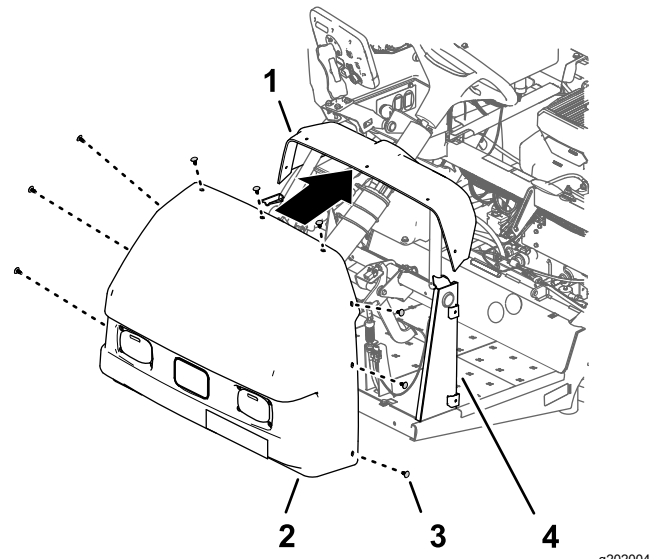

Figura 241
2. Sujete el capó al salpicadero y al bastidor con 9 grapas (Figura 241).
1. Alinee los orificios del capó con los orificios del salpicadero y del bastidor de la máquina (Figura 241).